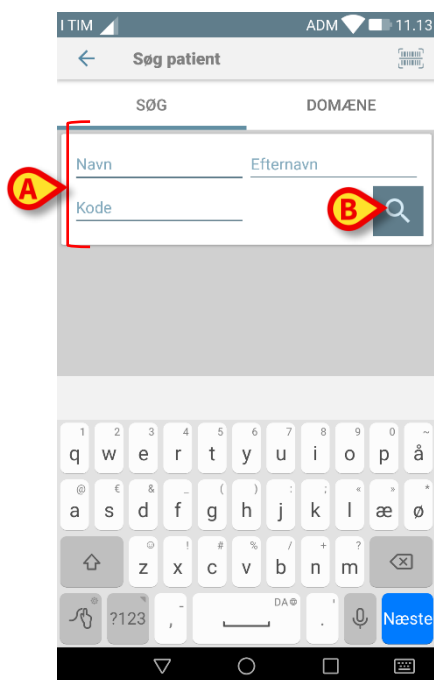

Fig 34
- Indtast patientdataene i de felter, som er angivet i Fig 34 **A** (fornavn, efternavn, kode), og klik herefter på **Søg** knappen (Fig 34 **B**). Delvise informationer er tilladt.